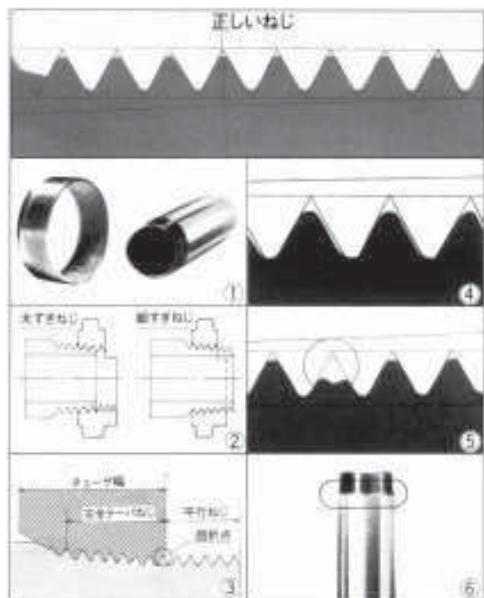

図45
①多角ねじ (図45-①)
②ねじ径の細すぎ、太すぎ (図45-②)
③屈折ねじ (手動切上ダイヘッドの場合) (図45-③)
④切られたねじの山ヤセ (図45-④)
⑤切られたねじの山欠け (図45-⑤)
⑥パイプに対してのねじの偏肉切れ (図45-⑥)